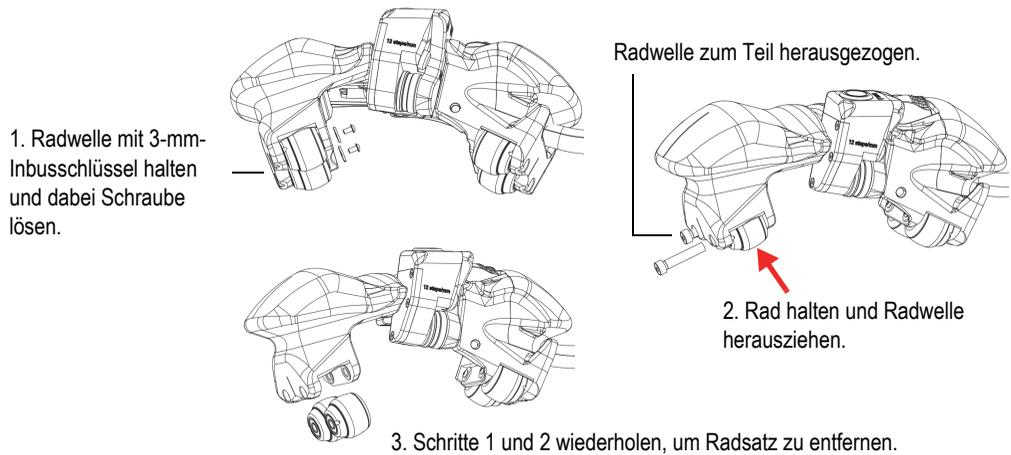

Abbildung 5-1 Ersetzen eines Rades
1. Halten Sie die Radwelle mit einem Inbusschlüssel von 3 mm und entfernen Sie die Schraube mit einem Inbusschlüssel von 2 mm an dem Rad, das Sie ersetzen möchten (siehe Abbildung 5-1 auf Seite 49).